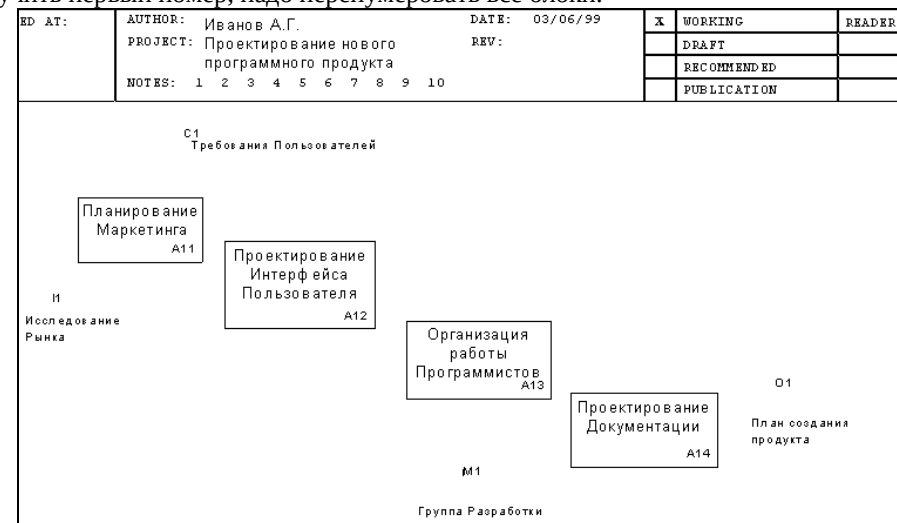

Рисунок 3.4 – Работа с блоками (подпроцессами)
Результат: Все блоки получили новые последовательные номера (Рисунок3.4).
* В появившемся окне введите количество блоков «3» и отработайте кнопкой на поле OK, результатом будет появление 3-х новых блоков (Рисунок 3.4, блоки-A11, A12 и A13).